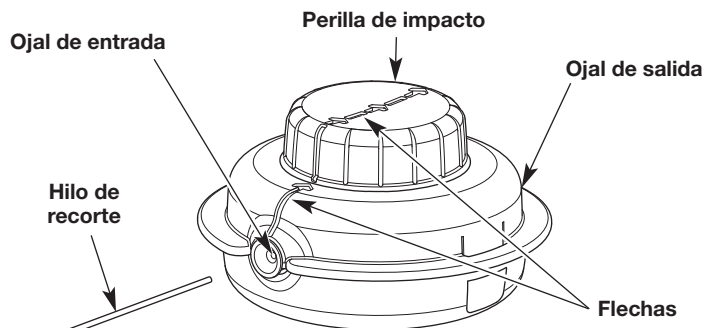

Fig. 18
3. Gire la perilla de impacto en sentido contrario a las agujas del reloj para alinear las flechas (Fig. 18).
4. Inserte el nuevo hilo de recorte en el ojal de entrada (Fig. 18). Oprima el hilo a través del cabezal de corte hasta que sobresalgan unas pulgadas por el ojal de salida. Tire de la línea saliente hasta aproximadamente 10 pies (3 m) de la línea que se extiende desde cada lado del cabezal de corte. Asegúrese de que las longitudes de la línea a cada lado sean iguales.